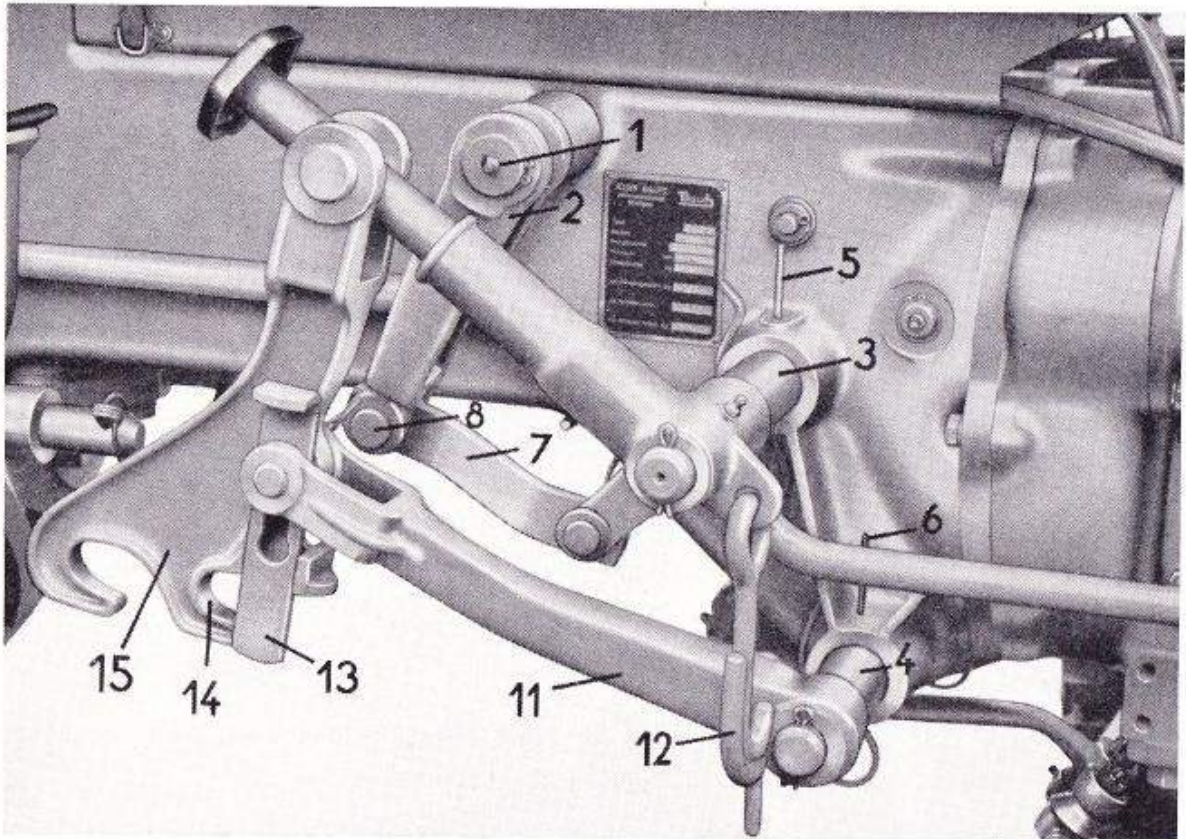

Bild 33
3. Hubarm 2 (Bild 33) auf Aufzugwelle 1 (Bild 33) schieben bzw. mittels Paßfeder und Seegerring sichern.
4. Rechtes Aufzugparallelogramm in Kupplungsgehäuse einführen und beide Einsteckwellen 3 und 4 mit Federstecker 5 und 6 (Bild 33) sichern.
5. Lasche 7 (Bild 33) und Hubarm 2 (Bild 33) mittels Bolzen 8 (Bild 33) verbinden und mit Federstecker sichern.